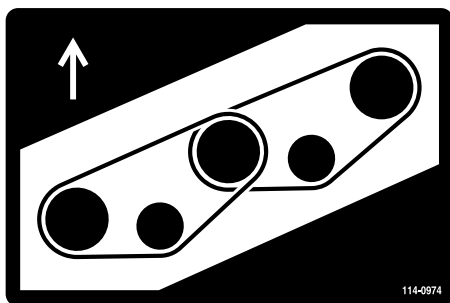
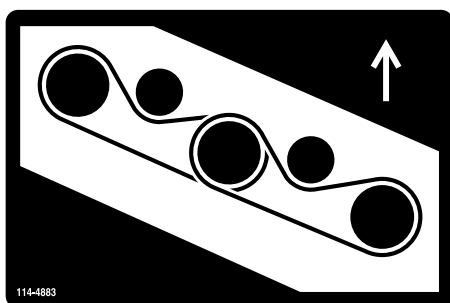

図 84
図 85
5. 新しいベルトを、スピンドルプーリとアイドラプーリアセンブリに回しかける（図 84 と図 85）。